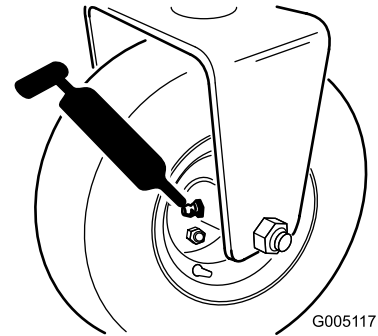

Bild 39
- Heckrollennabe, oder bei einem Dreiradantrieb, Rollenkupplungen des Hinterrads und externes Kugellager (1) (Bild 39)